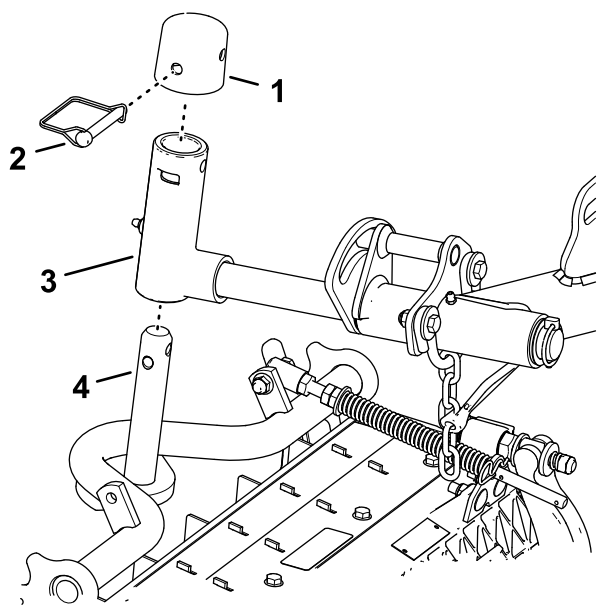

Figura 24
- Deslize uma unidade de corte sob o braço de elevação (Figura 24).